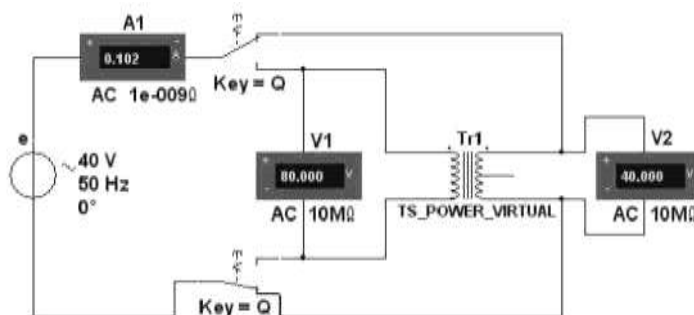

Рис. 9.4
Задание 1. Собрать на рабочем поле среды MS схему (рис. 9.4) для определения индуктивностей L_1 и L_2 обмоток идеального воздушного трансформатора TV1, имеющегося в библиотеке виртуальных компонентов, коэффициента связи k_M двух катушек и их взаимной индуктивности M .
- **подключить** посредством ключа Q вначале к зажимам 1–1' (к первичной обмотке) трансформатора, а затем к зажимам 2–2' (к вторичной обмотке) источник e (рис. 9.4); **снять** показания приборов и **занести** их в табл. 9.1;